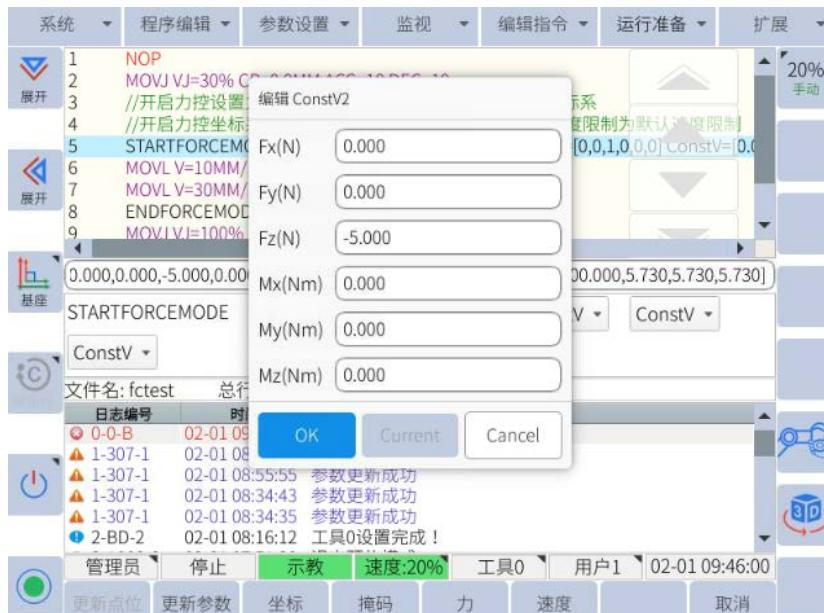

图 6-51: 设置自由度方向上的期望力/力矩大小
- 通过点击**力**按钮设置力控坐标系各个自由度方向上的期望力/力矩大小，如图6-51所示：